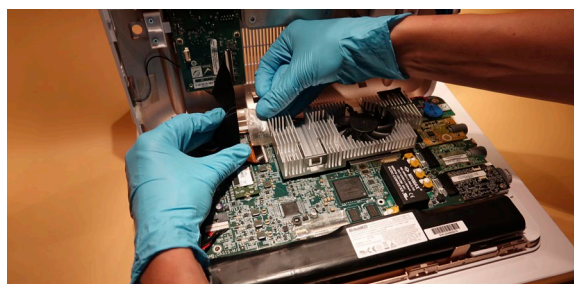

Abbildung 10 Die rückseitige Verkleidung vorsichtig öffnen und gegebenenfalls das Klebeband entfernen
- i) Entfernen des Klebebands (Abbildung 10)